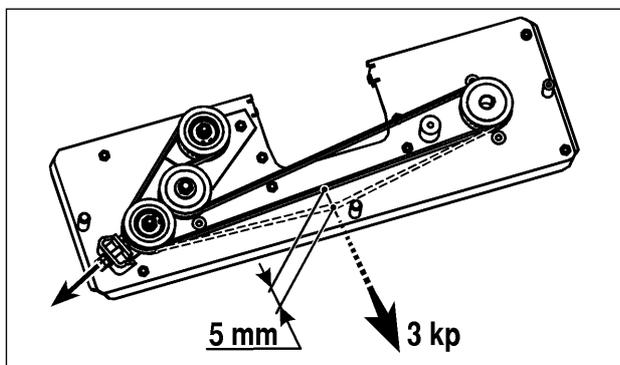

Abb. 33
## MÄHERRIEMEN (ABB. 33)
5. Mutter M10 justieren, bis die vorgegebene Spannung am Zahnriemen erreicht ist (siehe Abb. 33).
Mäherzahnriemen	siehe Abb. 33